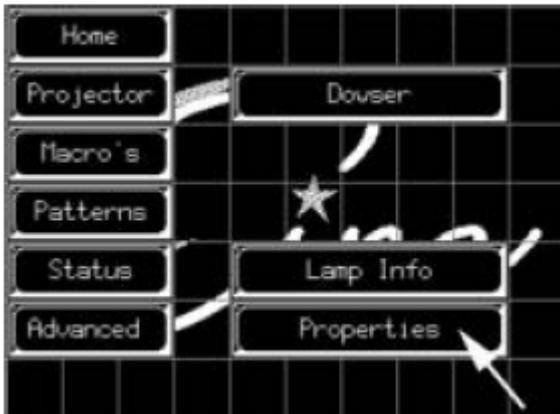

图 11-8 选中数字放映机属性选项
1. 按“Properties”(属性选项)按钮。(图 11-8)